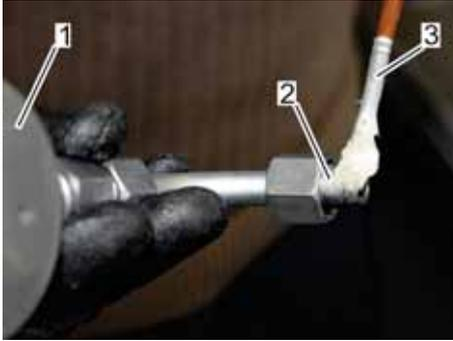

Abb. 131: Anschluss des Druckmessgeräts fetten
30. Den Anschluss (Abb. 131/2) des Druckmessgeräts (Abb. 131/1) mittels eines Pinsels (Abb. 131/3) mit Fett *Anti Seize* fetten.